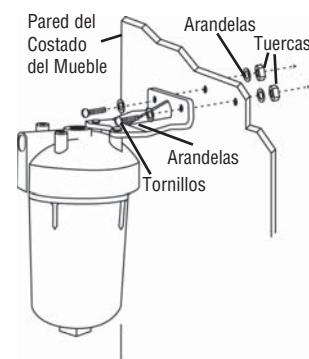

Figura 2
2. Saque el cajón (si es necesario) del mueble y perfore dos agujeros de 7/32 de pulgada de diámetro a través de la pared del mueble. Sujete el filtro a la pared con las tuercas y los pernos suministrados. Use arandelas en ambos costados de la pared. Montarlo en la pared lateral del mueble brindará al filtro un soporte sólido y rígido. (Figura 2)